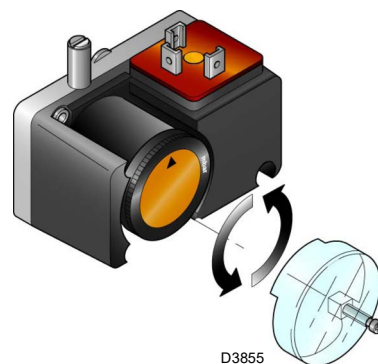

Рис. 29
- Установите реле минимального давления газа (Рис. 29 на стр. 31) на начало шкалы.
Отрегулируйте реле минимального давления газа (Рис. 29) после регулировки горелки, газовых клапанов и стабилизатора рампы.